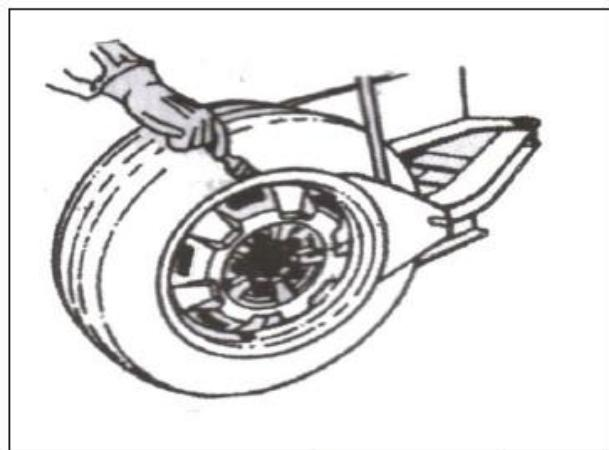

РИС. 18
4.1.2 Поместите шину между ножом разбортовочного устройства и прижимным фиксатором шины (Рис.18). Затем нажмите педаль пресса шины, чтобы отделить диск от шины (Рис.2-10 или 3-10). Повторите ту же операцию с другими частями шины, чтобы полностью отделить шину от диска. Поместите колесо с шиной отделенной от диска на поворотный стол и нажмите педаль зажима (Рис.2-9, 3-9), чтобы зажать диск. В зависимости от диска Вы можете выбрать внешний или внутренний зажим для колеса. Для удобства отделения кромки можно между кромкой и диском кистью нанести смазку или густое жидкое мыло.